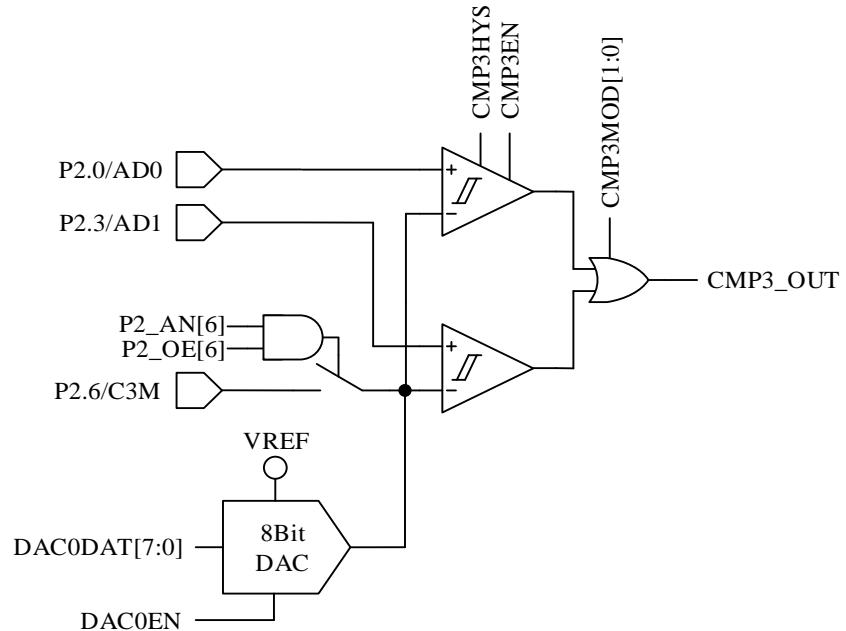

图 28-3 双比较器输入模式
- b) 配置 CMP_CR1[CMP3MOD]=01，CMP3 为双比较器输入模式，具体输入输出端口及接法如图 28-3 所示